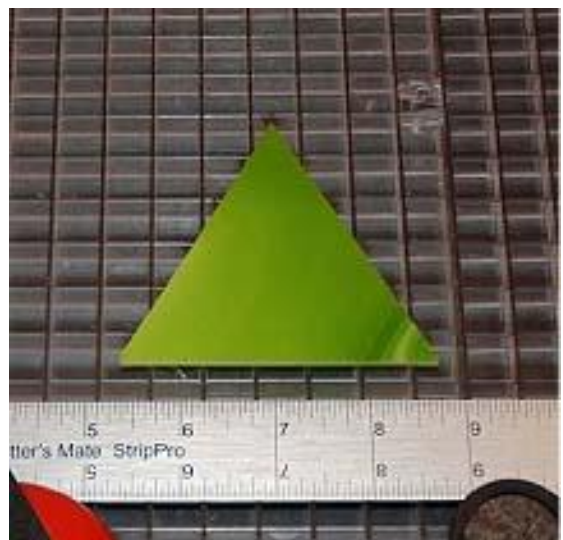

Abbildung 4
4. Das Ergebnis wird eine gleich eckige Dreieck sein.(Bild 4)